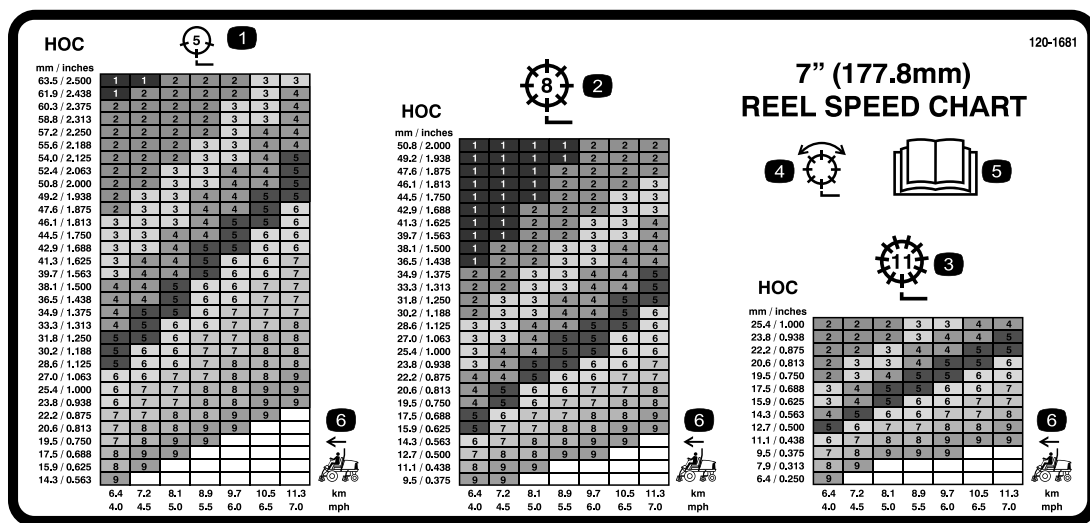

図 37
3. ステッカー上のグラフ（図 37）、適切なリール速度の設定を行う。